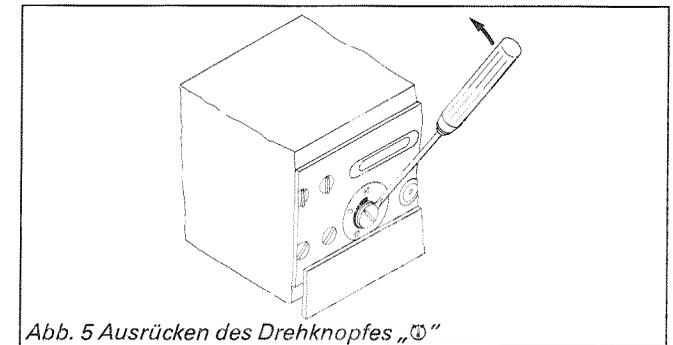

Abb. 5 Ausrücken des Drehknopfes „Ø“
1. Drehknopf „Ø“ hinter der Abdeckklappe mit einem entsprechenden Schraubendreher ausrücken (Abb. 5).